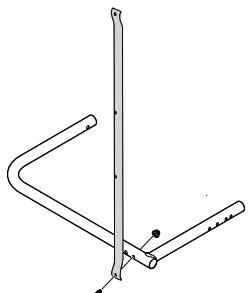

Figura 3
- Coloque un tubo esquinero sobre una superficie firme y nivelada, como se ilustra en la Figura 3.
- Para montar la estructura izquierda, alinee un tubo vertical con el tubo esquinero utilizando el orificio de montaje y asegure usando un tornillo de cabeza troncónica y una tuerca hexagonal, como se ilustra en la Figura 3.